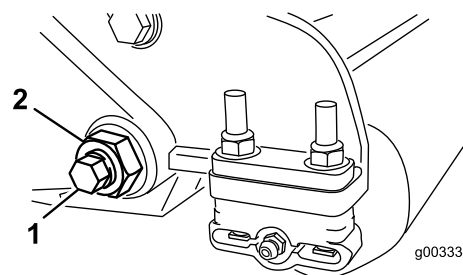
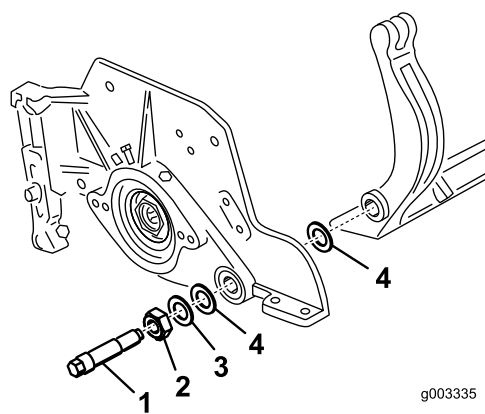

Figura 27
Figura 28
3. En cada lado de la máquina, afloje la contratuerca que fija el perno de la barra de asiento (Figura 27).
4. Retire cada perno de la barra de asiento, para poder tirar de la barra hacia abajo y retirarla de la máquina (Figura 27). Guarde las 2 arandelas de nylon y la arandela de acero troquelado de cada extremo de la barra de asiento (Figura 28).
2. Fije la barra de asiento a cada chapa lateral con los pernos de la barra (con tuercas en los pernos) y las 6 arandelas. Debe colocarse una arandela de nylon en cada lado del saliente de la chapa lateral. Coloque una arandela de acero por fuera de cada arandela de nylon (Figura 28). Apriete los pernos de la barra de asiento a 37-45Nm. Apriete las contratuercas hasta que la arandela de acero exterior deje de girar, y la holgura quede eliminada, pero no apriete demasiado ni desvíe las chapas laterales. Las arandelas del interior pueden tener cierta holgura.